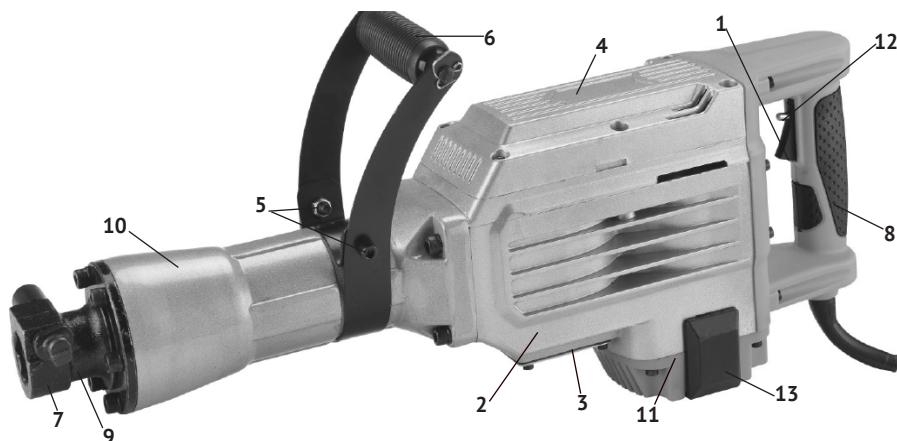

рис. 1
1.1.3 Основные узлы молотка (двигатель, редуктор и ударный механизм) расположены в металлическом корпусе (рис.1 поз.2) закрытом крышкой (рис.1 поз.4).
Крутящий момент с якоря электродвигателя, расположенного вертикально, через систему шестерён, передаётся на кривошипно-шатунный механизм. Кривошипно-шатунный механизм приводит в действие ударный узел молотка. В зависимости от вида выполняемой работы, в патрон вставляется необходимая насадка (пика, долото) с соответствующим хвостовиком. Дополнительная рукоятка (рис.1 поз.6) хомутом крепится на цилиндрической части корпуса цилиндра (рис.1 поз.10). Фиксируется рукоятка двумя болтами (рис.1 поз.5), в любом положении (от 0° до 360°), что удобно пользователю, как «правше», так и «левше».
1.1.4 Клавиша выключателя (рис 1. поз. 1) расположена в корпусе рукоятки (рис 1. поз. 8). Во включённом положении клавиша фиксируется кнопкой (рис.1 поз.12)
фиксируется в положении «включено» кнопкой (рис.1 поз.12).
Снизу, на корпусе молотка расположено окно смазки редуктора, закрытое крышкой (рис.1 поз.3). Перед каждым использованием инструмента отвернуть крышку, проверить наличие смазки кривошипно-шатунного механизма, при необходимости добавить из ёмкости, входящей в комплект. В дальнейшем при замене использовать масло MOBILGEAR600XP150 или аналоги, при отсутствии возможно использование моторного масла с вязкостью 5W-30.
Общий вид молотка представлен на рис. 1
- ослабить болты фиксации (рис.1 поз.5) дополнительной рукоятки (рис.1 поз.6);
- включение молотка осуществляется нажатием на клавишу выключателя (рис.1 поз.1);
Для продолжительной работы клавиша выключателя фиксируется в положении «Включено» кнопкой (рис.1 поз.12). При повторном нажатии на клавишу, она и кнопка фиксации возвращаются в исходное положение «Выключено».
- демонтировать накладку щёткодержателя (рис.1 поз.13);